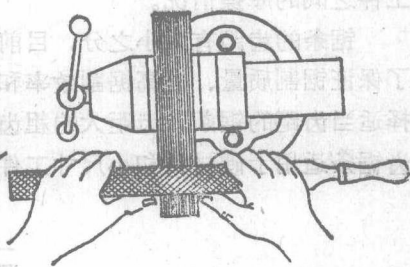

图 1-13 推锉
3. 推锉 当工件表面已锉平，加工余量很小时，为了提高表面光洁度和修正尺寸可用推锉方法（见图 1-13）。